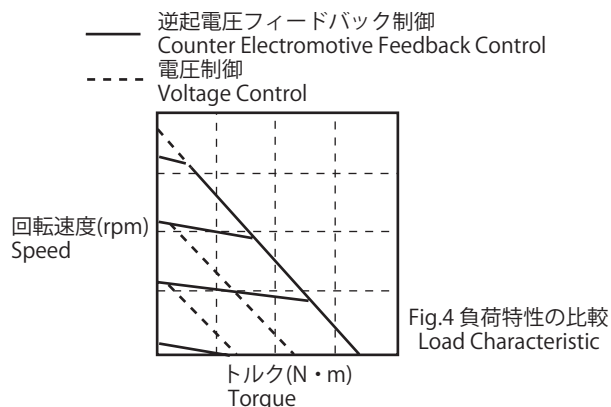

Fig.4 負荷特性の比較
⑤軸長 Shaft length	19	20	20	20
⑥軸径 Shaft diameter	φ4	φ6	φ6	φ10
- 出力軸センタねじ加工 Out put shaft with thread center (Fig. 4)